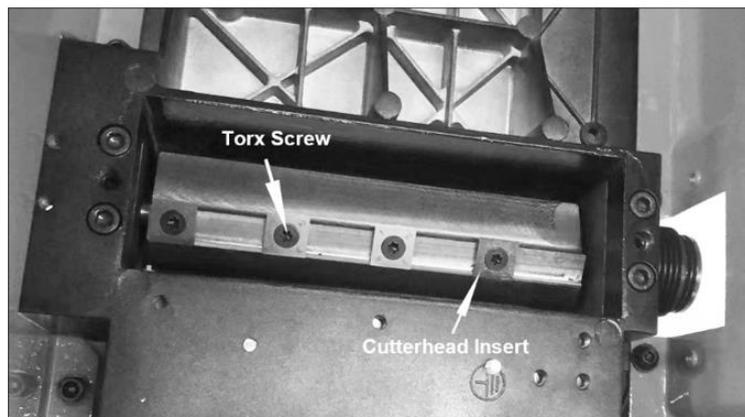

Рисунок 33. Расположение вставок режущей головки и винтов Torx.
6. Удалите все опилки и мусор с головки вставки, винта Torx и прилегающих участков (см. рис. 33).